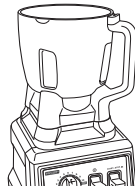

Fig. 17a
- 5 Il est possible d'insérer le bol sur le bloc-moteur de deux façons, soit la poignée en avant vers la droite ou vers la gauche. (Fig. 17a, Fig. 17b)